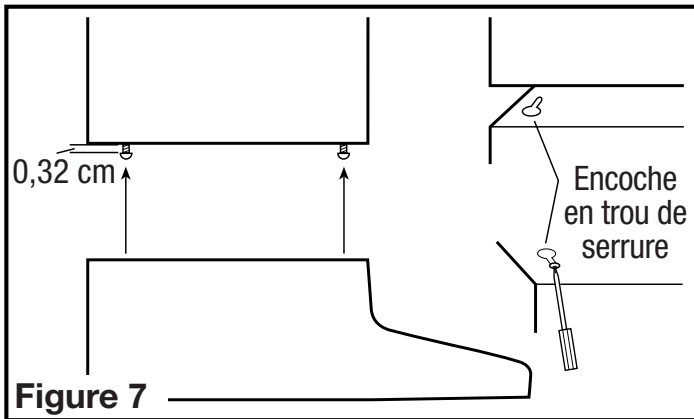

Figure 7
1. Vissez les 4 vis de montage aux endroits préalablement marqués. Laissez un jeu d'environ 0,32 cm. Faites glisser les vis dans les encoches en trou de serrure de la hotte, en prenant soin d'aligner la partie avant de la hotte avec le rebord des armoires. Ensuite, serrez fermement toutes les vis (Figure 7).